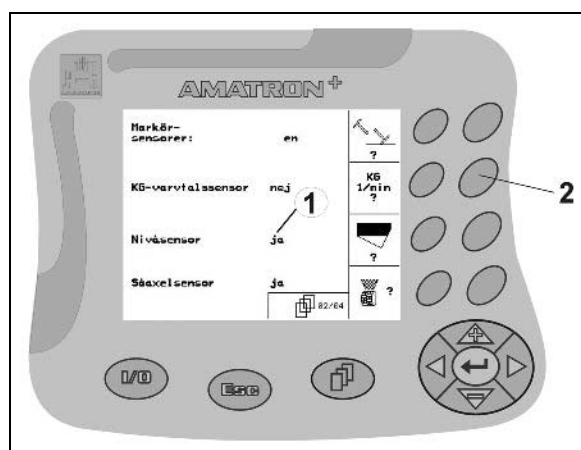

Fig. 17
- Tryck en gång på funktionsknappen (Fig. 17/2)
- Funktionen kopplas **Till** (Fig. 17/1).